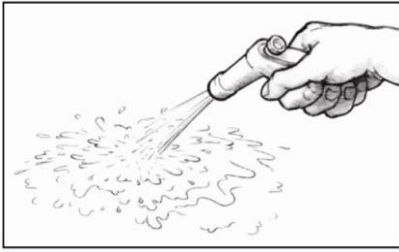

Рис. 33. После шлифовки промойте поверхность пресной водой.
4. Когда вы будете удовлетворены текстурой и ровностью поверхности, промойте её пресной водой, которая должна равномерно течь по поверхности, без «рыбьих глаз». Если вода образует капли на поверхности (признаки загрязнения), протрите поверхность насухо бумажными полотенцами, снова шлифуйте (влажная шлифовка) пока все капли не будут удалены (Рисунок 33).